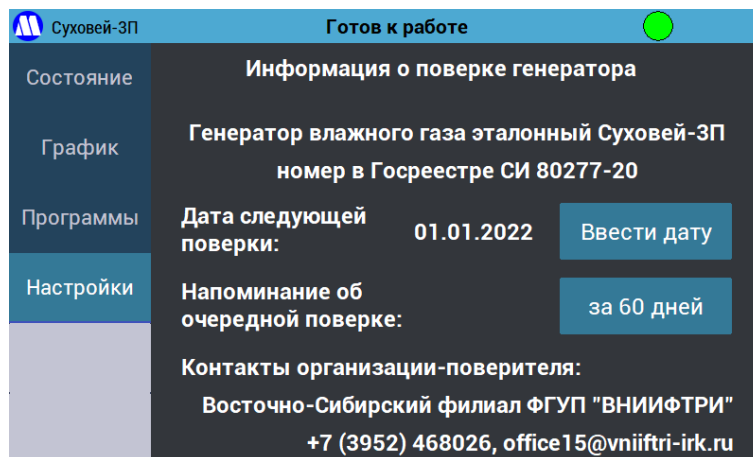

Рисунок 22 – Экран «Информация о поверке генератора».
7.2.10.5. Кнопка «**Информация о поверке генератора**» отображает экран (Рисунок 22), на котором указано полное наименование генератора, его номер в Федеральном информационном фонде по обеспечению единства измерений, контакты организации-поверителя (на момент разработки настоящего документа – единственного в России, который имеет право осуществлять поверку